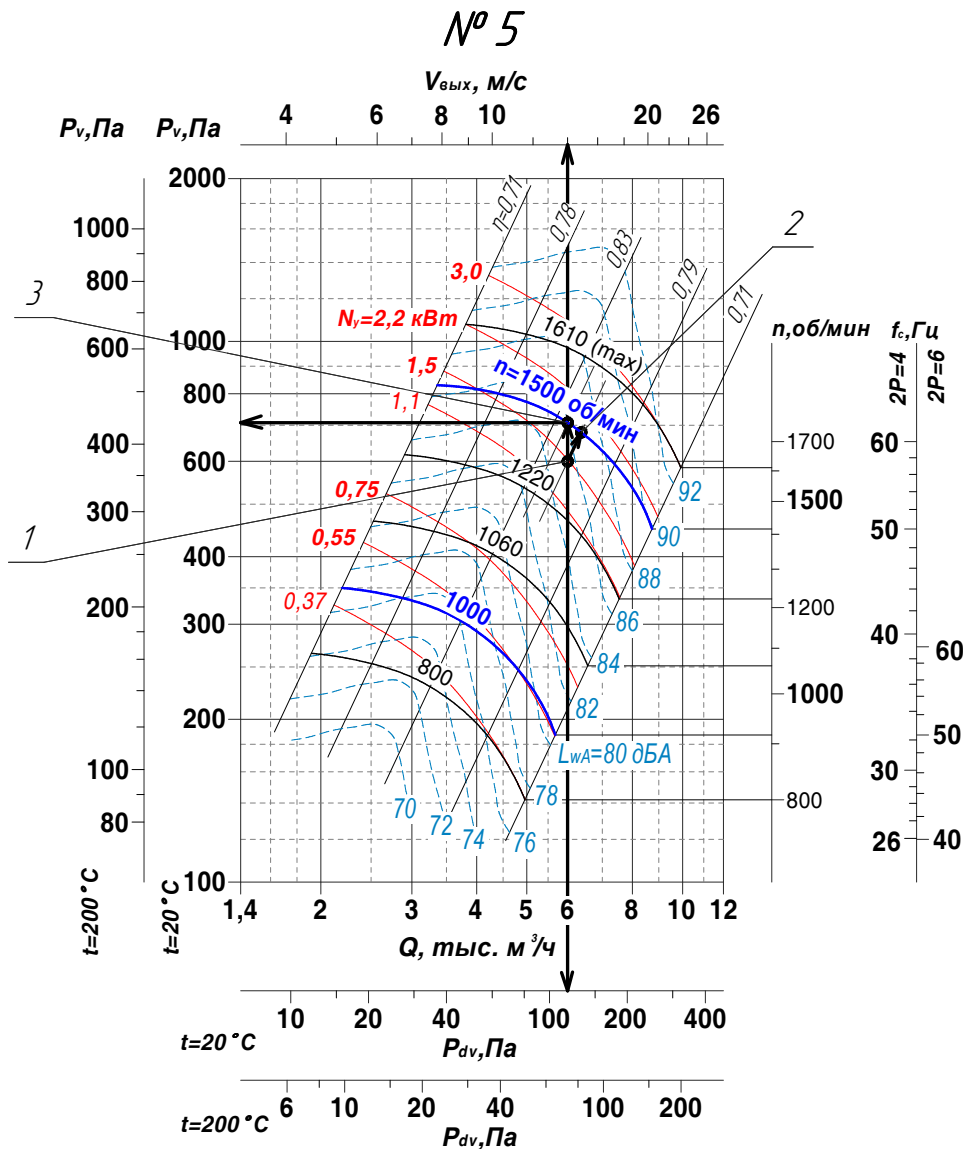

Рис.29 – Аэродинамическая характеристика
- 3) на графике индивидуальных характеристик ВР 85-77-5 (рис.29) укажем точку 1 соответствующую $Q_{тр}=6000 \text{ м}^3/\text{ч}$, $P_v=600 \text{ Па}$. Проведем через точку 1 прямую параллельную линиям КПД до пересечения с кривой аэродинамической характеристики вентилятора. Данная прямая соответствует характеристике сети вида $\Delta P=kQ^2$. Точка пересечения двух линий 2 указывает производительность вентилятора в данной сети $Q \sim 6200 \text{ м}^3/\text{ч}$, при отсутствии элементов регулирования: заслонка, шибер и т.п. Для того, чтобы вентилятор обеспечил требуемую производительность необходимо, чтобы характеристика сети пересекла характеристику